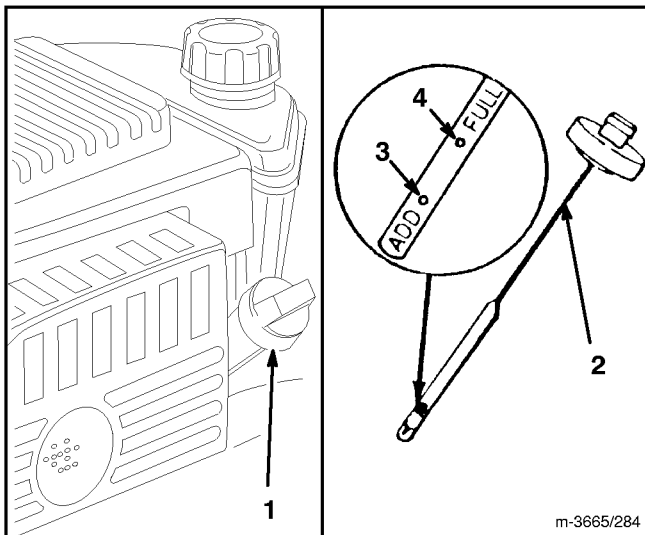

Abbildung 9
Das Kurbelgehäuse mit Öl vom Typ SAE 30 oder 10W30 füllen, bis der Ölstand die Markierung VOLL auf dem Meßstab erreicht (siehe Abb. 9). Das Kurbelgehäuse faßt maximal 0,65 Liter Öl. Verwenden Sie qualitativ hochwertige Öle, die den API (American Petroleum Institute) Normen SF, SG, SH oder SJ entsprechen.
Vor jedem Gebrauch sicherstellen, daß sich der Ölstand zwischen VOLL und NACHFÜLLEN befindet (Abb. 9). Öl nachfüllen, falls der Ölstand zu niedrig ist.
3. Den Ölmeßstab abwischen und in den Einfüllstutzen stecken. Die Verschlusskappe um eine Vierteldrehung drehen. Den Meßstab wieder herausziehen und den Ölstand prüfen (Abb. 9). Ist der Ölstand niedrig, den Ölstand nur bis zur VOLL-Markierung auffüllen. **NICHT ÜBER DIE VOLL-MARKIERUNG ANFÜLLEN, DENN DER MOTOR KÖNNTE BEIM STARTEN BESCHÄDIGT WERDEN; ÖL LANGSAM EINFÜLLEN.**
1. **OLSTAND PRUFEN**—Olstand, wie auf dem Olmeßstab gezeigt, zwischen VOLL und NACHFÜLLEN halten (Abb. 9).